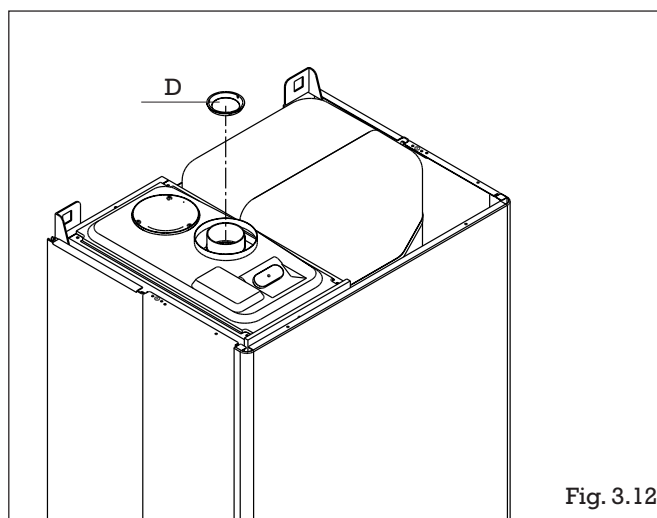

Fig. 3.12
- de retirer la bride d'air (D, fig.3.12) pour toute longueur de conduits supérieure à 1 m pour les ventouses en \varnothing 60-100, 4,45 m pour les ventouses horizontales en \varnothing 80-125 et 6,20 m pour les ventouses verticales en \varnothing 80-125. La retirer à l'aide d'un tournevis utilisé en tant que levier.